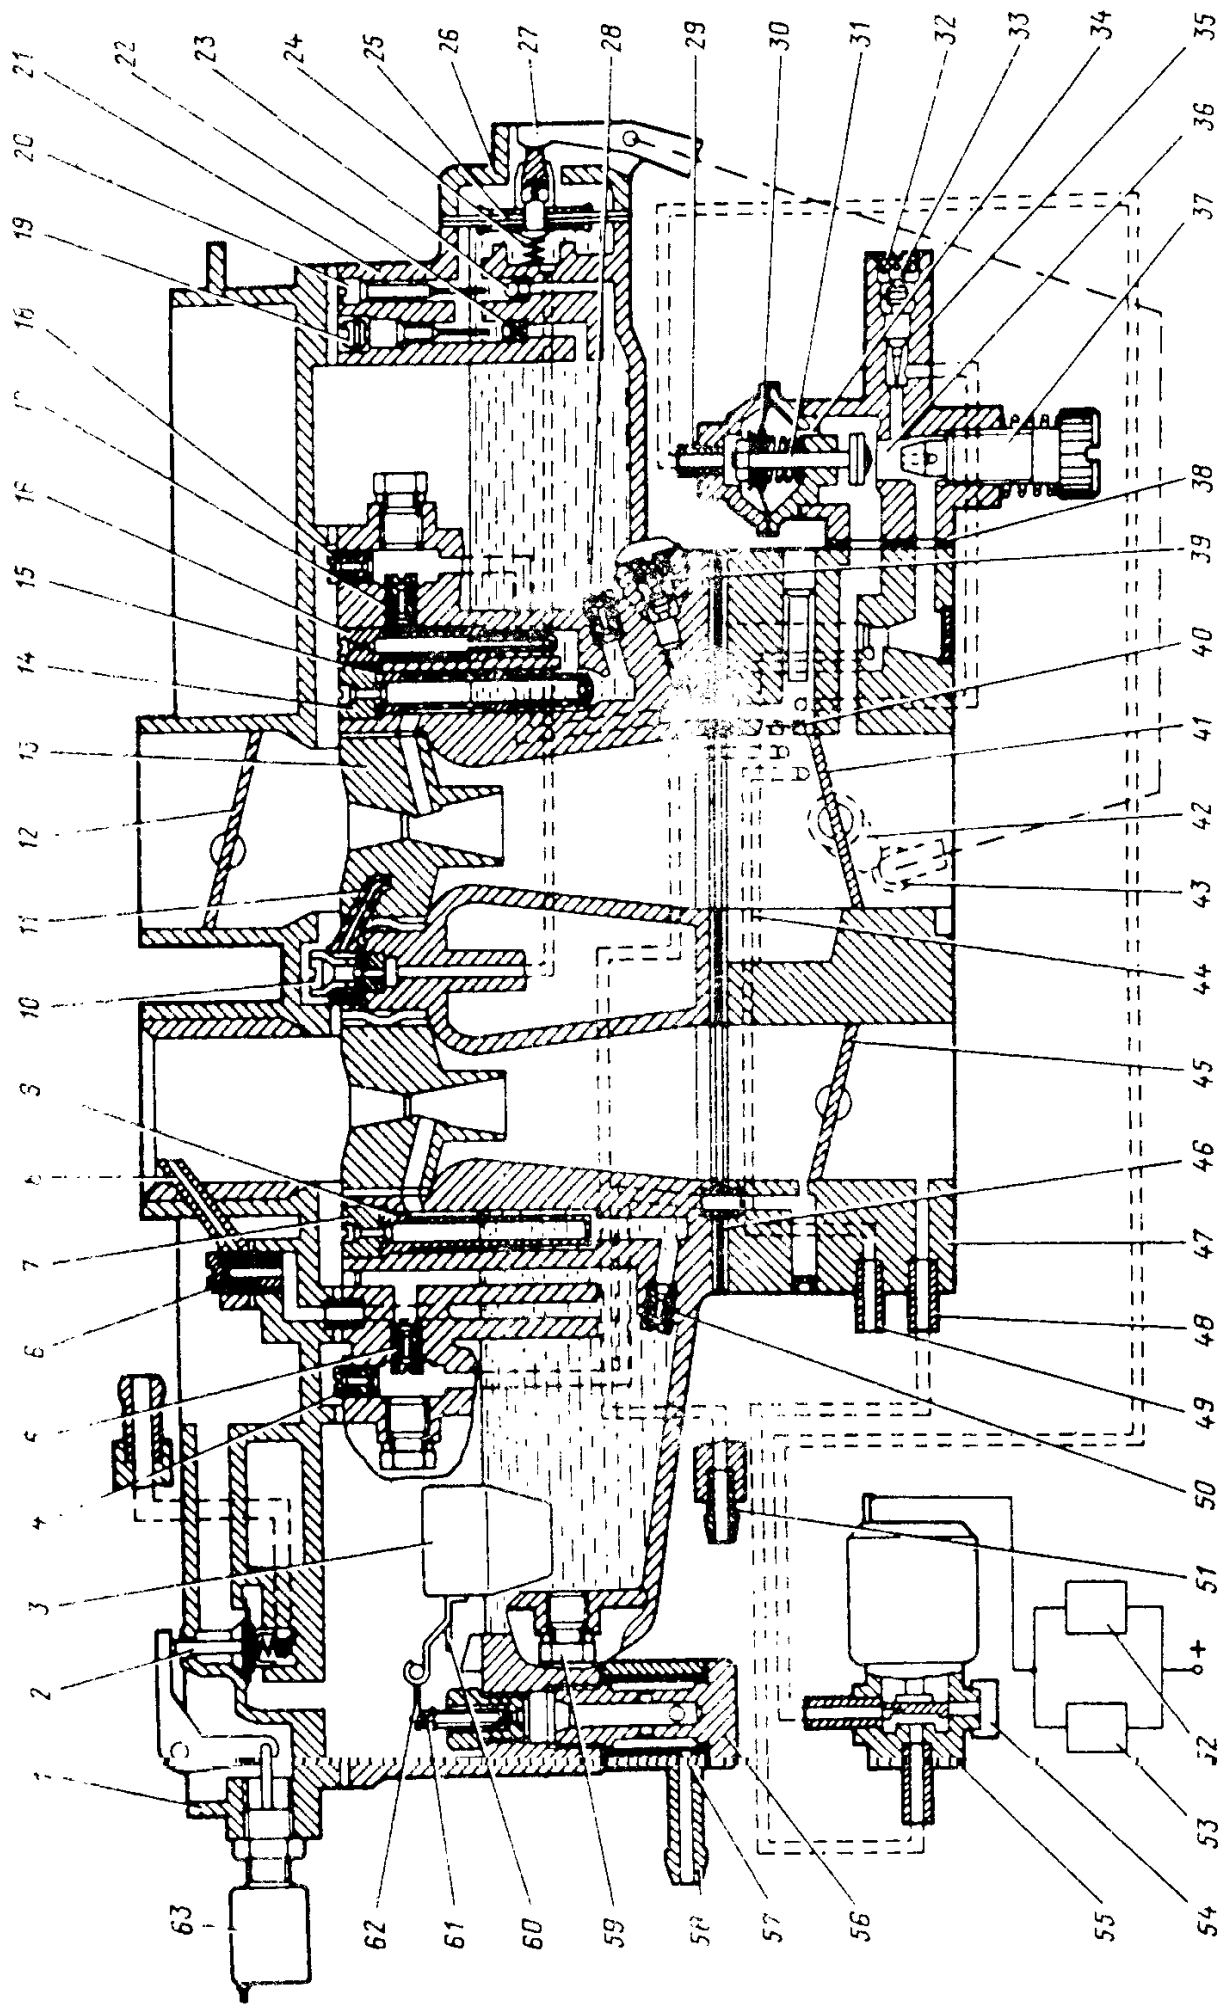

Рис. 36. Схема карбюратора К-151В:
*Карбюратор К-151В** (рис. 36) вертикальный, двухкамерный с падающим потоком и последовательным механическим открыванием дросселя вторичной камеры.
Карбюратор оборудован эконоста- том, который через распылитель 8 (см. рис. 36) обеспечивает мощной состав смеси при полностью открытых дросселях на скоростных режимах, близких к максимальным. Включение или выключение эконостата, а также количество топлива, проходящего через систему, определяется разрежением у распылителя эконостата.